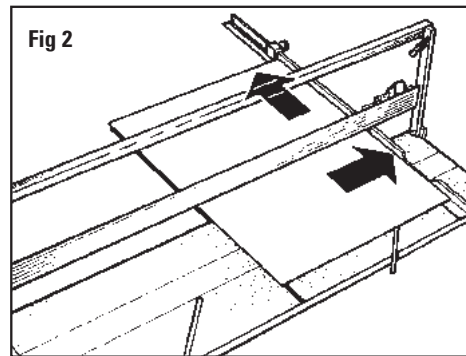

Fig 2
2. Heben Sie die Schneidchiene mit dem Griff an und schieben Sie den Passepartoutkarton darunter. Schieben Sie den Karton bis an den Anschlagstopp fest an den Anschlagarm. Abb. 2
2. Eleve la barra de corte y deslice el tablero de lámina perimétrica a lo largo del brazo de escuadra hasta que haga contacto con el tope del brazo de escuadra. Fig. 2
2. Sollevare la barra di taglio e far scorrere il cartoncino lungo il braccio di squadatura finché non tocchi l'arresto del braccio di squadatura. Fig. 2